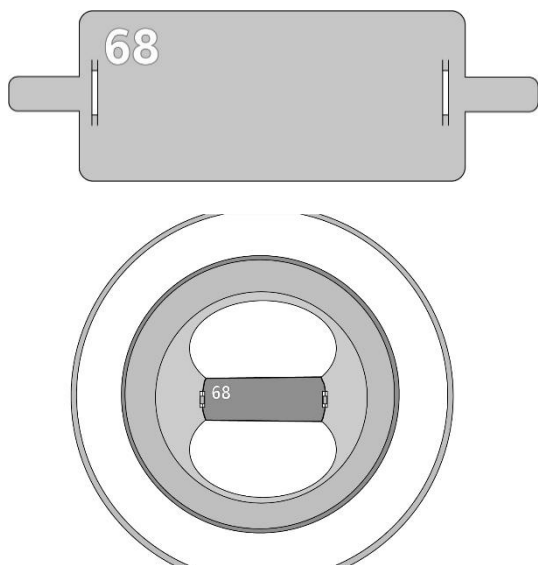

Figure 18: Montage plaque d'étranglement 68 dans tuyau
5. Placez la plaque d'étranglement dans les œillets situés à l'intérieur de l'ouverture du tuyau (voir figure 18).